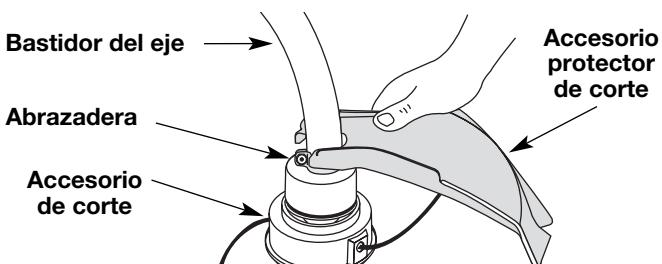

Figure 3
- Coloque el accesorio protector de corte sobre el bastidor del eje por encima del ensamble de la abrazadera (Fig. 3).